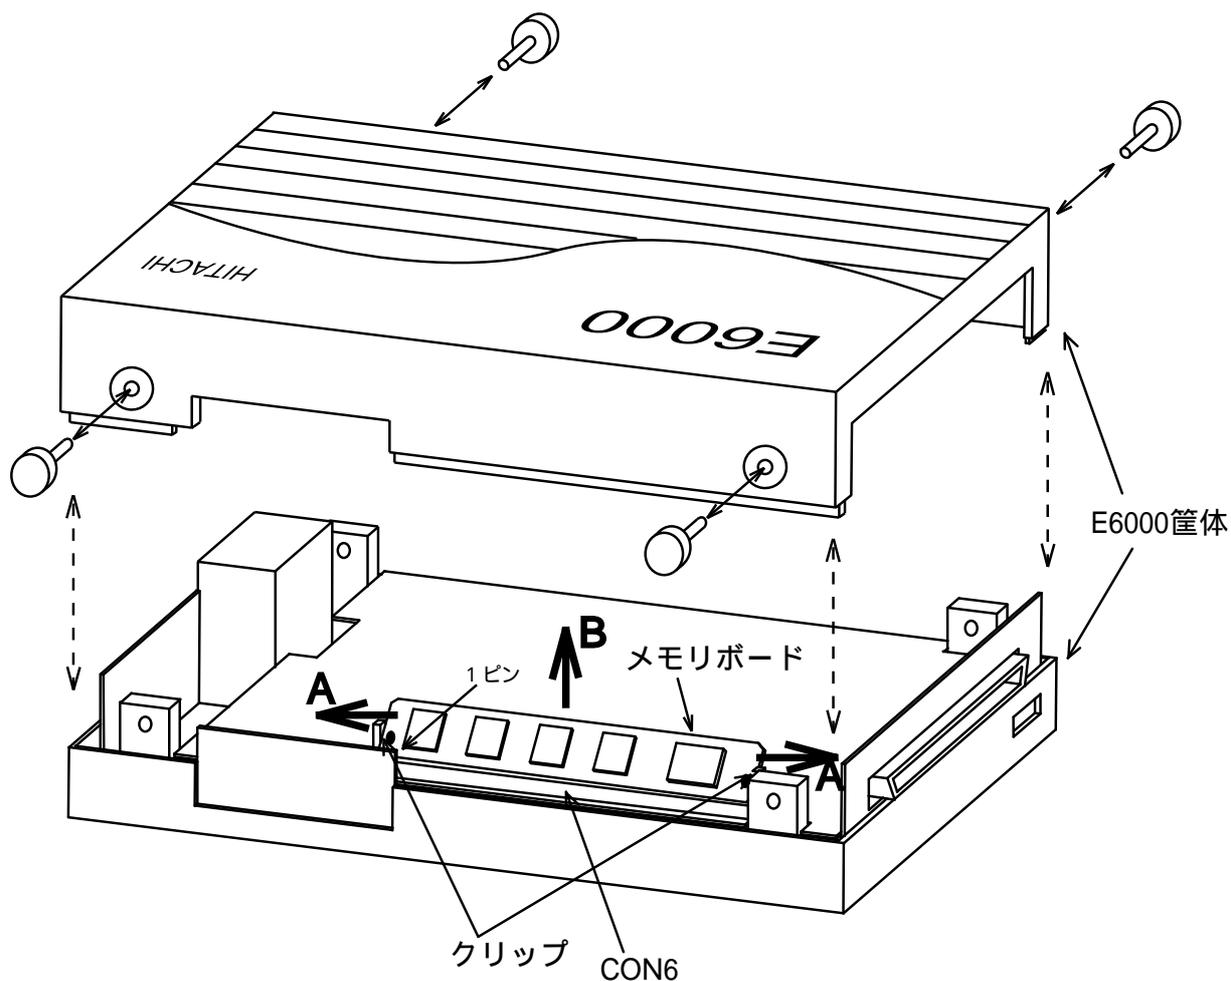

図4 メモリボード取り外し方法
- (1) E6000の側面にある4つのネジを緩めネジを取り外します。
- (2) E6000筐体の上部カバーを上方向に引き上げ取り外します。
- (3) コネクタの両端のクリップを外側に押し開き(図4 矢印A)メモリボードを外します。
- (4) ゆっくりと、メモリボードをコネクタから外します(図4 矢印B)。
- (5) E6000筐体の上部カバーを取り付け、4つのネジを締めます。